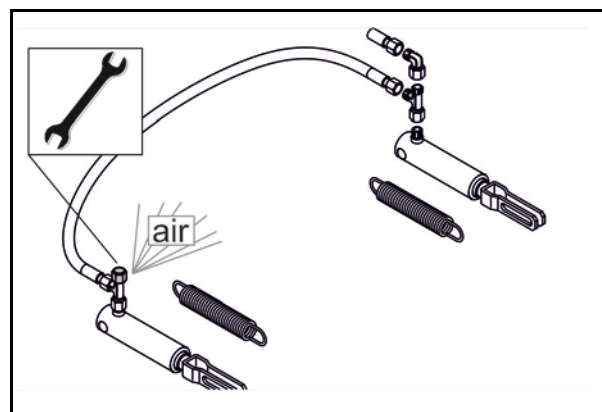

Fig. 159
1. Comprimați piesa de închidere de la ambele eclise (Fig. 159/1).
4. La asamblarea în ordine inversă urmăriți ca garnitura să se așeze corect în canal (Fig. 159/1).